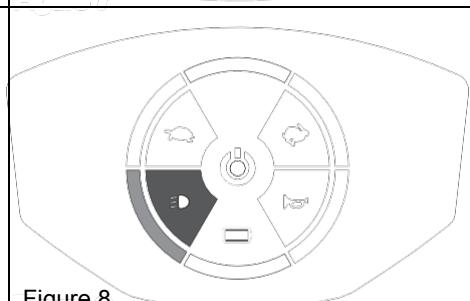

Figure 8
- Appuyez une fois sur la touche [⚡] pour allumer le feu avant et le feu arrière. Le voyant [⚡] s'allume sur le panneau. Le feu est allumé sur le panneau (figure 8).
- Appuyez à nouveau sur la touche pour éteindre les feux. Le voyant [⚡] est éteint sur le panneau (figure 8).